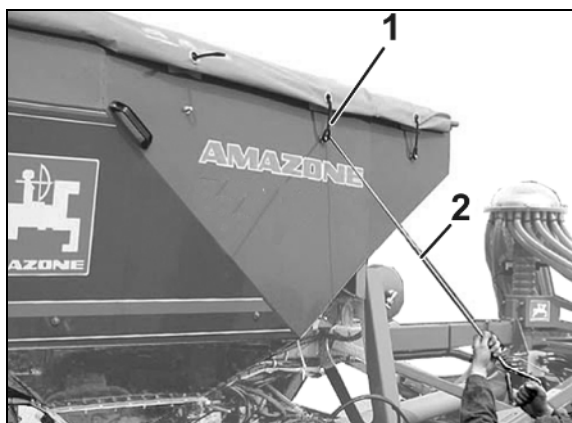

Bild 113
3. Lossa gummikrokarna (Bild 113/1) med kapellkrokarna (Bild 113/2).